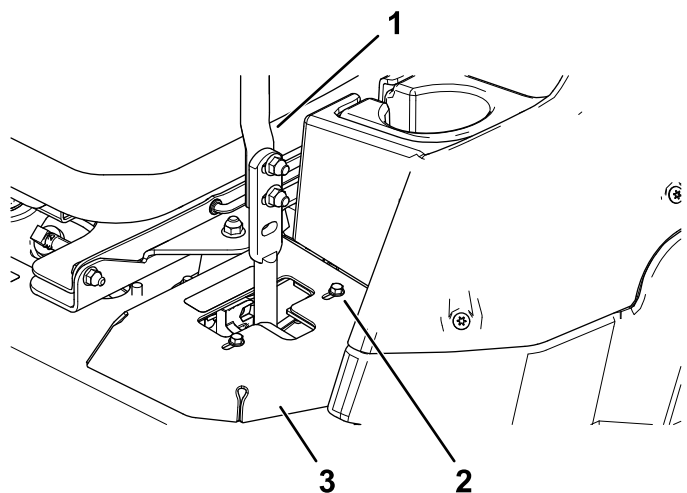

Figura 50
- Si se desvía hacia la derecha, afloje los pernos y ajuste la chapa del tope izquierdo hacia atrás en la ranura en T de la izquierda hasta que la máquina avance en línea recta (Figura 50).
- Si se desvía hacia la izquierda, afloje los pernos y ajuste la chapa del tope derecho hacia atrás en la ranura en T de la derecha hasta que la máquina avance en línea recta (Figura 50).
6. Apriete la chapa del tope (Figura 50).